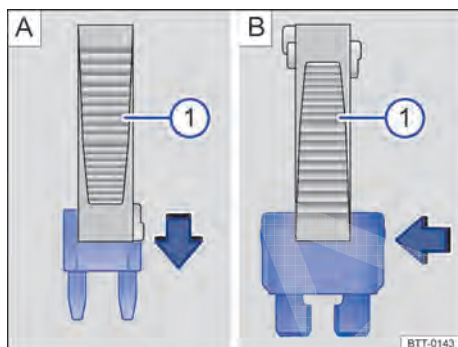

Fig. 246 Remover ou instalar um fusível com a garra da pinça de plástico ①.
⇒ Fig. 246 ① da cobertura da caixa de fusíveis.
- Em caso de *fusíveis pequenos*, encaixar a garra ① por cima ⇒ Fig. 246 A.
- Em caso de *fusíveis maiores*, empurrar a garra ① lateralmente sobre o fusível ⇒ Fig. 246 B.
- Caso o fusível esteja queimado, substituir o fusível por um novo da *mesma* capacidade (mesma cor e inscrição) e do *mesmo* tamanho ⇒ ①.